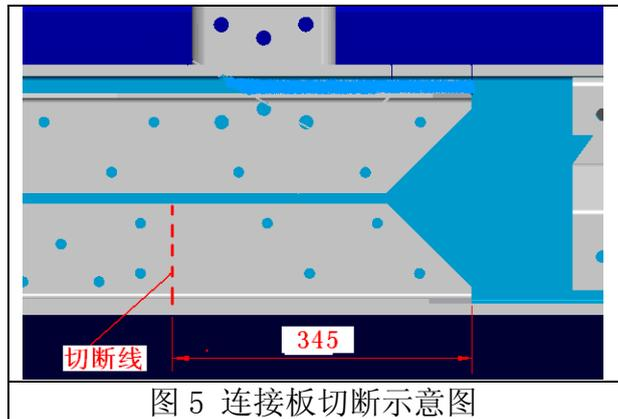

图 5 连接板切断示意图
- d、如图 5 所示尺寸，将左下连接板沿切断线切断（8 方和 9 方车割断线尺寸为 426），（若该侧大梁无裂纹，则无需割断）。